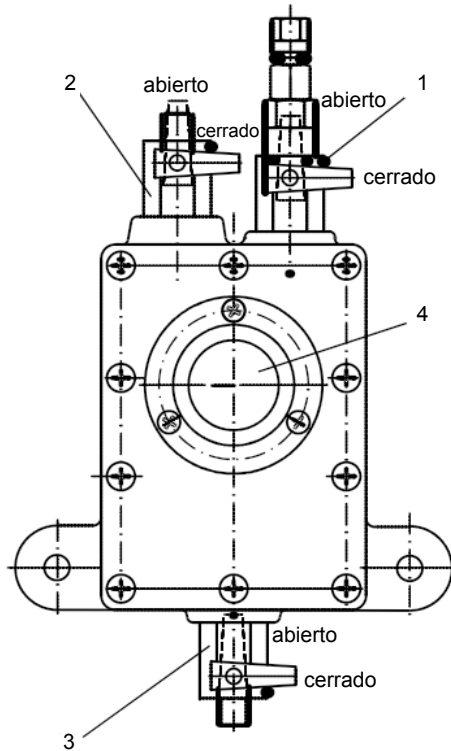

Figura 2 - Tomador de gas en el estado de entrega
- Desatornille la tapa de cierre de la llave de salida del gas (**Figura 2/2**).
- Abra la válvula de entrada (**Figura 2/1**) y la llave de salida de gas (girar en sentido contrario a las agujas del reloj).
- La llave de salida del aceite (**Figura 2/3**) debe que dar cerrada.
- Observe el nivel del aceite en la mirilla (**Figura 2/4**) durante el llenado.
- ¡Tanto la llave de entrada (**Figura 2/1**), como también la válvula de control en el relé Buchholz deben estar **abiertas permanentemente** cuando el aparato está lleno con aceite!
- Controlar, si la llave de entrada (**Figura 2/1**) está abierta.
- Desatornille la tapa de cierre de la llave de salida del gas (**Figura 2/3**).
- Cierre la llave de salida del aceite apenas se pueda ver el nivel del aceite en la zona inferior de la mirilla (**Figura 2/4**).
- Desatornille la tapa de cierre de la llave de salida del aceite (**Figura 2/3**).